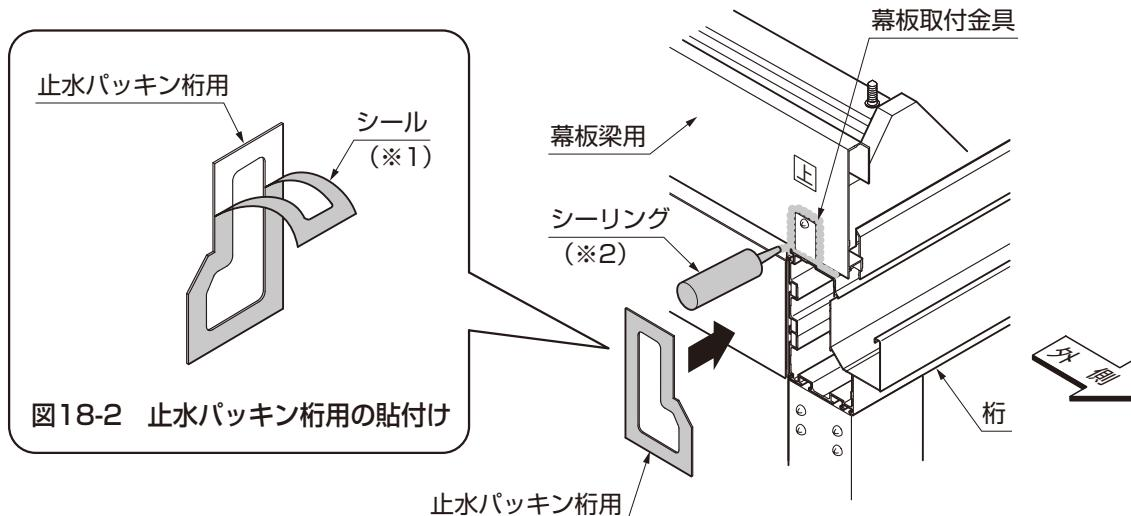

図18-1 幕板取付金具周囲のシーリング
① 柄端面に止水パッキン柄用のシール（※1）をはがして貼付けてください。（図18-1、図18-2参照）
② 幕板取付金具下部と金具周囲をシーリング（※2）してください。（図18-1参照）